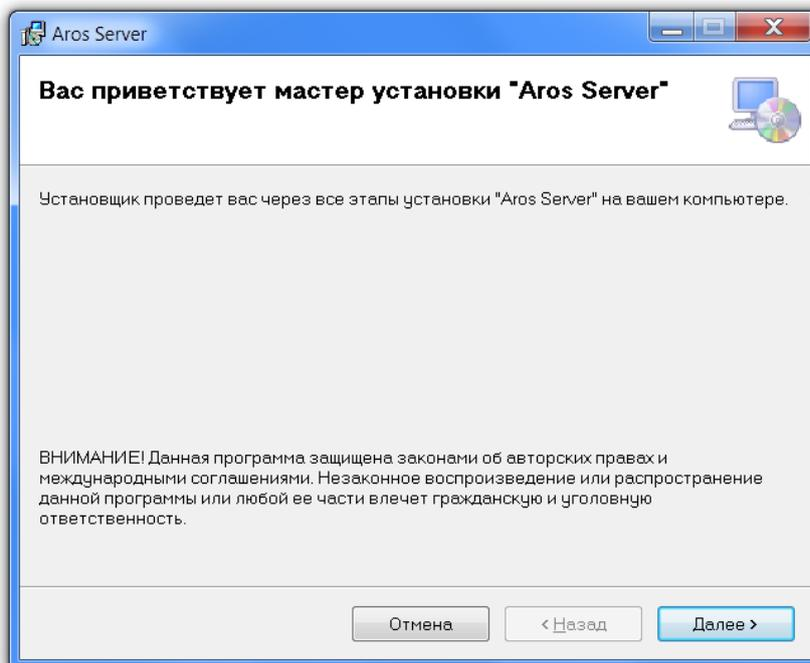

Рис. 1.4. Мастер установки «Арос-Сервер»
2. На экране появится окно мастера установки «Арос-Сервер» (рис. 1.4).